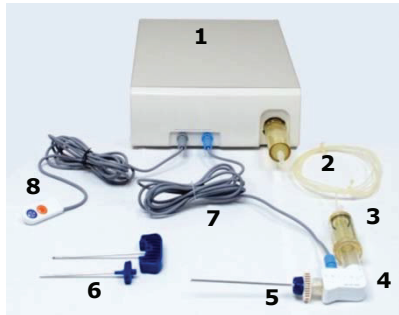

Figura 1. Sistema de aumento vertebral StabiliT
El sistema de aumento vertebral StabiliT es un sistema para el suministro controlado del cemento óseo StabiliT ER² para el tratamiento de las fracturas por compresión vertebral. Contiene una fuente de calentamiento de radiofrecuencia (RF) bipolar de baja potencia que calienta el cemento óseo. El sistema de aumento vertebral StabiliT consta de siete (8) componentes (Figura 1).